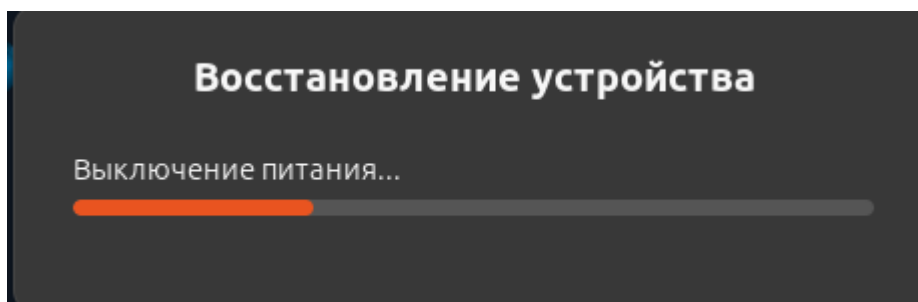

Рисунок II-78 – Уведомление о восстановлении устройства
- неуспешном – запустится восстановление устройства (см. Рисунок II-78).